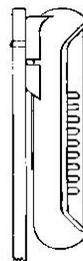

Рис. 6.4
4. Закреплять мультиметр на вертикальной поверхности во время работы и/или хранения (рис. 6.4).